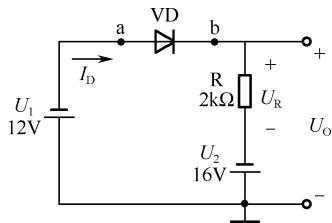

图 1-14 例 1-1 的电路图
**【例 1-1】** 电路图如图 1-14 所示，二极管为硅管，试分别用二极管的理想模型、恒压降模型计算回路中的电流  $I_D$  和输出电压  $U_o$ 。